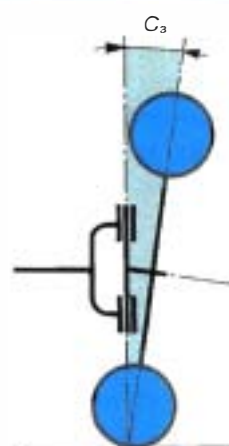

Figure 17.15 • Angle de carrossage : C_a .
3. Inclinaison de la roue : carrossage. L'angle de carrossage est l'angle formé par la verticale au sol et le plan de la roue (figure 17.15). Le carrossage toujours très faible peut être positif, négatif et même nul.